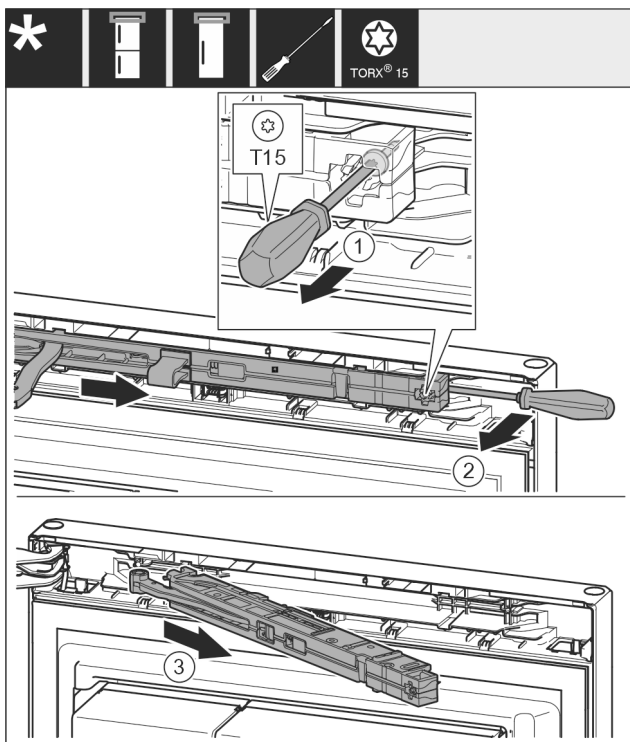

Fig. 11
- Lironi vidën Fig. 11 (1) në njësine e amortizatorit të mbylljes me kaçavidë 14 mm.
- Ngrini lart nga përpara njësine e amortizatorit të mbylljes Fig. 11 (2) në anën e dorezës me një kaçavidë.
- Nxirrni jashtë njësine e amortizatorit të mbylljes Fig. 11 (3).